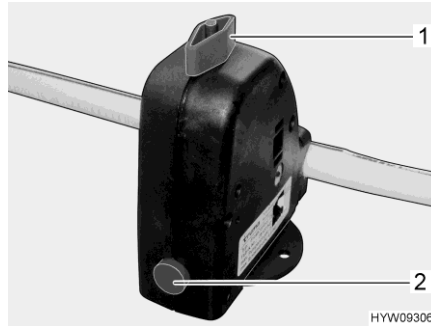

Fig. 112 Válvula de seguridad/purga (caldera)
La caldera está equipada con una válvula de seguridad/purga (Fig. 112). La válvula de seguridad/purga evita que el agua de la caldera se congele cuando no esté conectada la calefacción en caso de helada.
- Cerrar la válvula de seguridad/purga. Para ello, girar el botón giratorio (Fig. 112,1) a la posición transversal en referencia a la válvula de seguridad/purga y hundir el botón (Fig. 112,2).
- Abrir la válvula de seguridad/purga. Para ello, girar el botón giratorio (Fig. 112,1) a la posición longitudinal en referencia a la válvula de seguridad/purga. El botón (Fig. 112,2) salta hacia fuera. La caldera se vacía hacia fuera a través de la válvula de seguridad/purga.